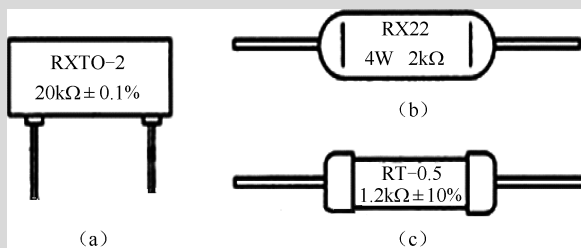

图 1-18 直标法
- (1) 阻值为 $20k\Omega$ ,误差为 $\pm 0.1\%$ ,如图 1-18 (a) 所示。
- (2) 阻值为 $2k\Omega$ ,误差为 $\pm 20\%$ ,如图 1-18 (b) 所示。
- (3) 阻值为 $1.2k\Omega$ ,误差为 $\pm 10\%$ ,如图 1-18 (c) 所示。